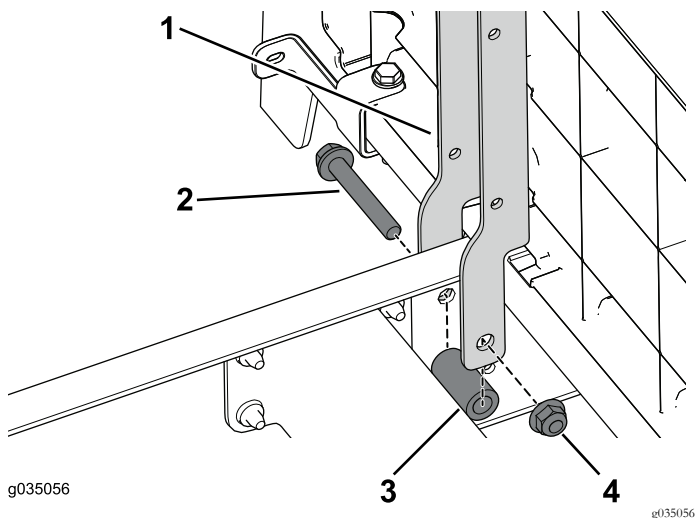

Figure 92
1. Avec les 2 boulons (3/8" x 2 1/2"), entretoises et écrous à embase, fixez les supports de siège gauche et droit sur la section avant de la machine (Figure 92).